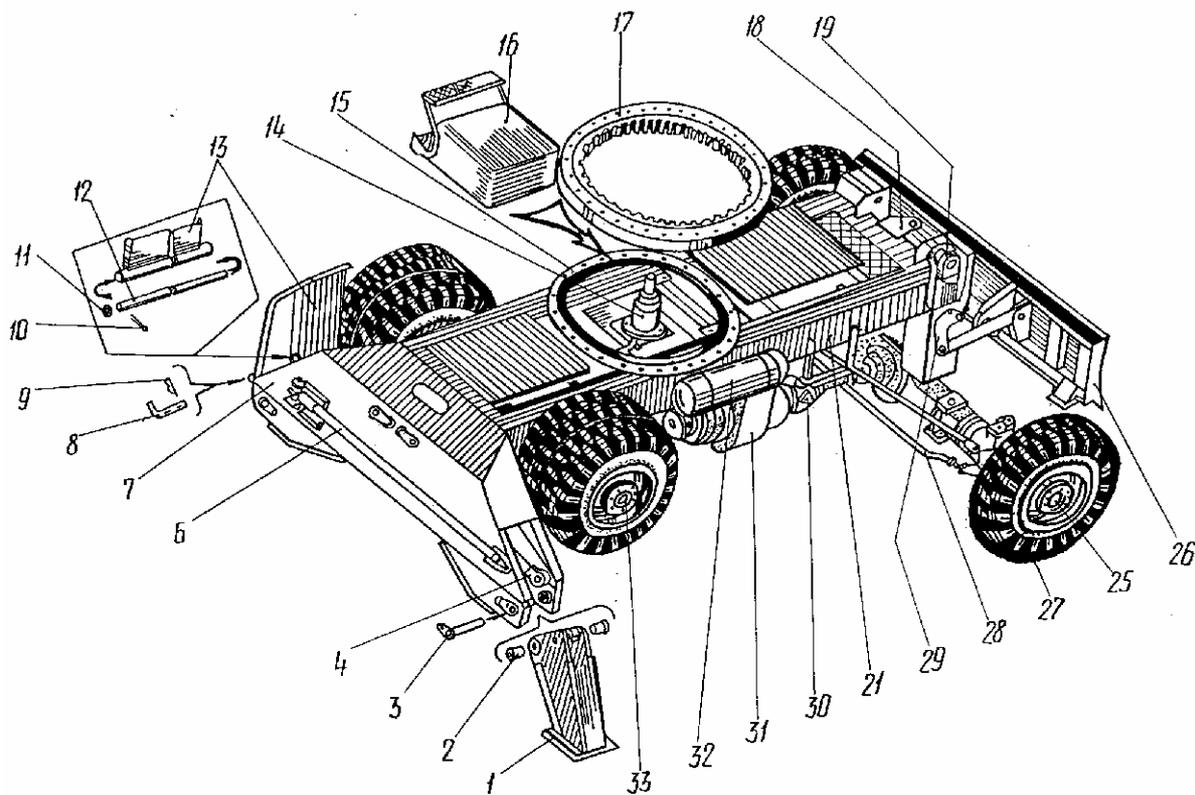

Рис. 16 Пневмокошесное ходовое устройство
1. ПНЕВМОКОЛЕСНОЕ ХОДОВОЕ УСТРОЙСТВО (рис. 16)